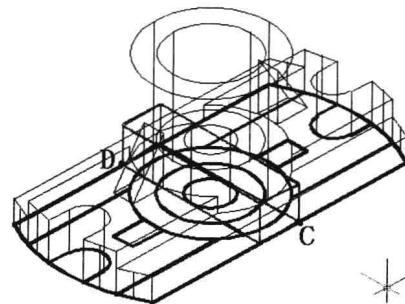

图 11-2-12
(15) 在“建模”面板中，单击“楔体”下面的向下三角形按钮 \blacktriangledown ，在弹出的列表中选择“长方体”按钮 \square ，捕捉并单击C和D点，按Enter键；输入高度值18，按Enter键，创建一个长方体，如图11-2-12所示。